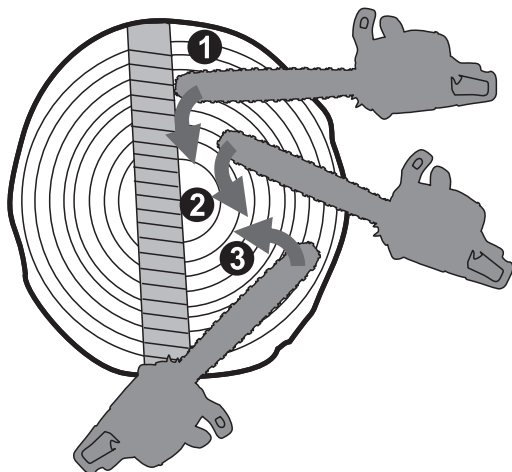

Рисунок 12. Схема розпилювання колоди з використанням зубчастого упору електропили.
5.2.5.4 Розпилювання колоди з використанням зубчастого упору електропили (рис. 12).